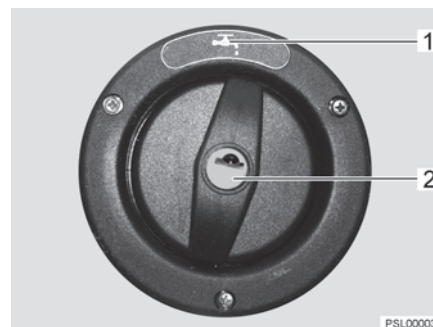

Fig. 44 Tapa de cierre para el tubo de llenado de agua potable
▷ El tubo de llenado de agua potable está identificado con el símbolo "🔌" (Fig. 44,1).
- Introducir la llave en el cilindro de cierre (Fig. 44,2) y girar en sentido contrario a las agujas del reloj.